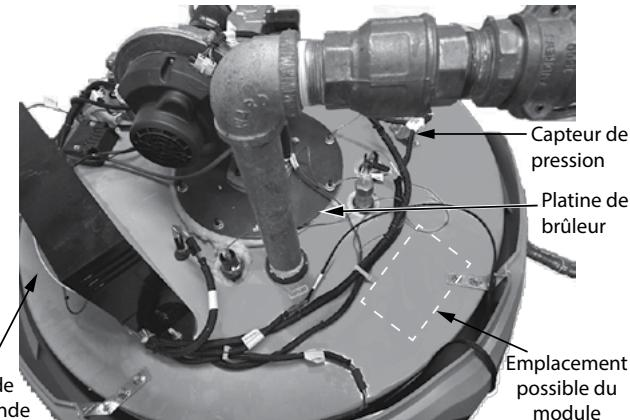

Figure 2. Contrôleur et capteur de pression
2. Trouver le boîtier de commande noir et le capteur de pression. Placer le module entre les deux. Laisser au moins 25 mm (1 po) entre la passerelle et le bord du chauffe-eau, comme illustré à la **Figure 2**. Veiller à placer le dispositif à 5 cm (2 po) ou plus du brûleur. L'emplacement doit permettre l'acheminement du faisceau de câbles entre la passerelle BMS et la TRC 1000 (à l'intérieur d'un boîtier de commande). Le faisceau de câbles mesure environ 1 mètre (40 po) de long.